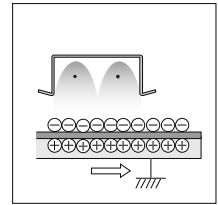

図1
(1)はじめに感光紙の上に静電気(－)をまんべんなくのせます。これを『たいでん帯電』といいます。(図1)